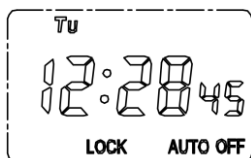

Fig.12
6.2.5 Una vez ajustados todos los parámetros pulsar "MD" durante 5 segundos para entrar en el modo de trabajo del aparato. El reloj-programador se bloqueará automáticamente mostrando la indicación "LOCK" (ver Fig.12)